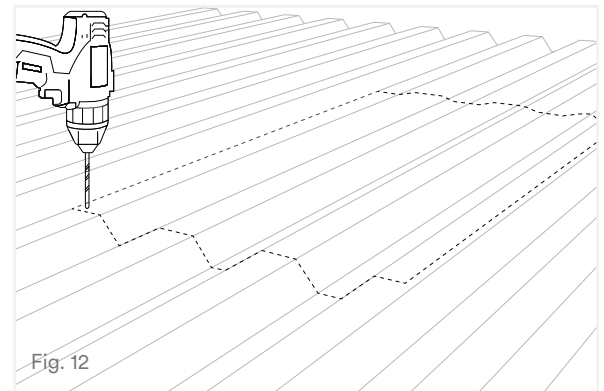

Fig. 12
3. Cuando use una sierra de calar, perforo un orificio de 1/2" en la esquina de la abertura requerida (Fig. 12).